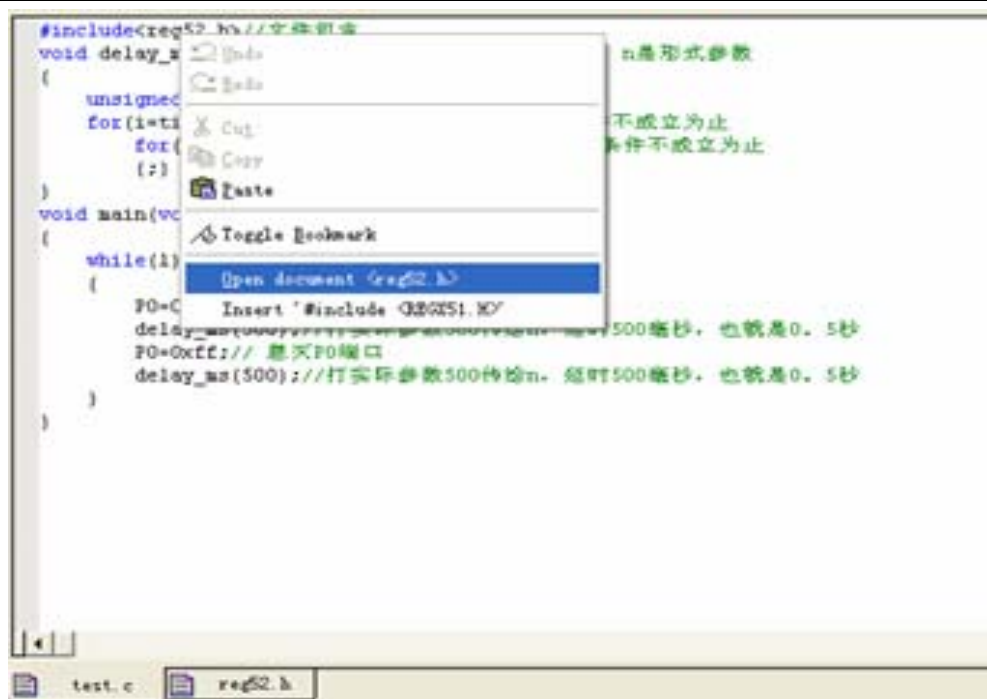

图 3-1
12. 文件包含，文件包含不是必要的。`#include<reg52.h>` 就是一种文件包含，但是为了将程序更加人性化，模块化，所以引入了文件包含，它的意思是将扩展名为 “.h” 的 `reg52` 这个文件包含到当前文件当中。其中 “reg” 是标准的意思，“.h” 是 head 的缩写为头文件的意思。下面就是 `reg52.h` 这个头文件。把鼠标放在 `#include<reg52.h>` 点击右键把它打开。（如图 3-1）